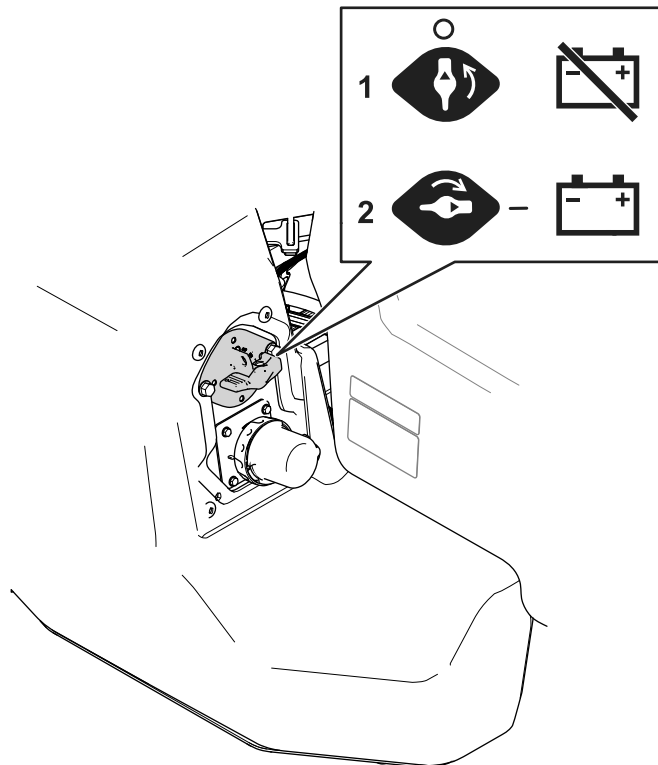

Figura 46
2. Mueva el interruptor de desconexión de las baterías a la posición deseada, como se muestra en la Figura 46.